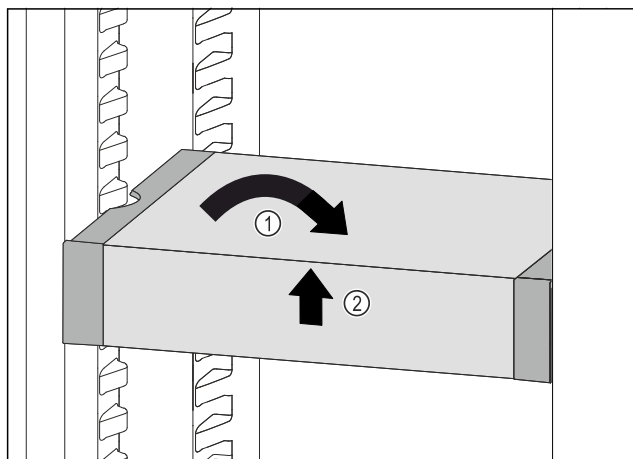

Fig. 129
- ▶ VarioSafe postavte rovně. Fig. 129 (1)
- ▶ VarioSafe vpředu zvedněte. Fig. 129 (2)